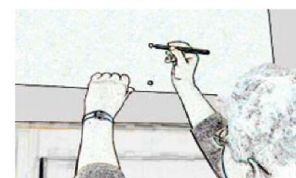

Fig.7
2. Przyłożyć karton do ściany budynku w wybranym miejscu i zaznaczyć położenie wcześniej zrobionych w kartonie otworów (rys.7).